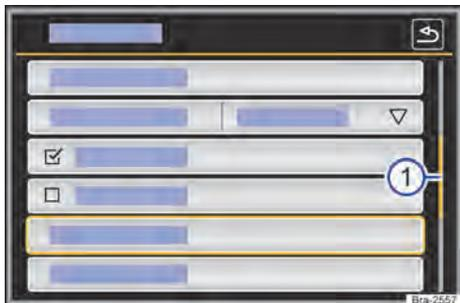

Fig. 122 Representación esquemática: entradas de la lista en el menú de configuraciones.
Se puede acceder a las entradas de la lista mediante un toque directo en el display o por medio de la tecla de regulación → fig. 122 ④.
Si en una vista de lista hay más registros seleccionables de los que se puede ver, se muestran superficies de función para desplazar o una barra de desplazamiento a la derecha en la imagen → fig. 122 ①.